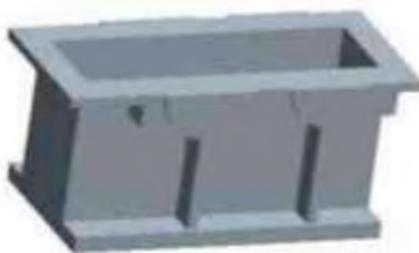

图 1-24
3) 在拉伸界面的“深度”对话框中输入拉伸长度为 157，选择反向按钮和去除材料按钮，单击按钮或鼠单击按钮或鼠标中键完成筋板特征的创建，如图 1-24 所示。